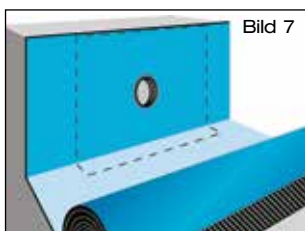

Bild 7
- 1.8 **Dampfsperrbahn aus Bitumen:** Oberseite der Anschlussmanschette durch Erhitzen verflüssigen (Schweißverfahren). Dampfsperrbahn passgenau über den Schiebeflansch mit Anschlussmanschette im flüssigen Heißbitumen ausrollen, anschließend gleichmäßig andrücken bzw. anrollen (Bild 7).